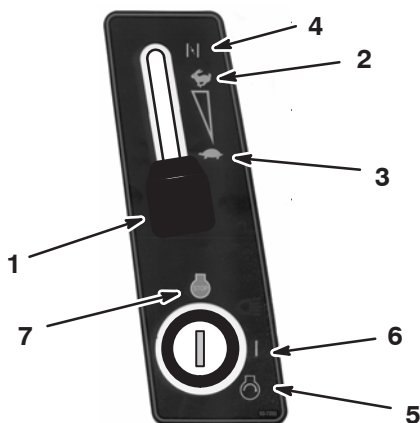

Figure 11
6. Réglez la manette d'accélérateur en position Ralenti (Fig. 11).
7. Tournez la clé de contact dans le sens des aiguilles d'une montre et maintenez-la en position de Démarrage (Fig. 11). Relâchez la clé quand le moteur démarre.
8. Lorsque le moteur a démarré, amenez progressivement la manette d'accélérateur en position Régime maximum (Fig. 11).
1. Placez la manette d'accélérateur en position Ralenti (Fig. 11).
2. Tournez la clé de contact en position Contact coupé (Fig. 11).